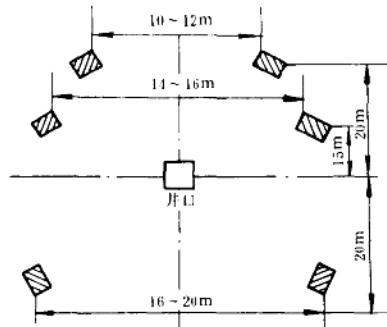

图1-1 18m井架绷绳平面图
(3) 地锚和绷绳坑 地锚或绷绳坑能拉紧绷绳，使绷绳的一端牢固地固定在适当的位置，以稳定井架的工作状态。因地锚较绷绳坑使用方便、灵活，目前现场使用的较多。其规格如下：
①地锚。地锚桩用旧油管或旧钻杆制成，锚杆长约 2.0~2.5m 以上，后绷绳负荷较大，锚杆必须在 2.5m 以上，锚杆直径要大于 70mm，锚盘直径不小于 300mm，厚不小于 6mm。
②绷绳坑。前绷绳坑长 1.3m、宽 0.8m、深 1.5m，后绷绳坑长 1.3m、宽 0.8m、深 1.8m，绷绳坑的方向与绷绳垂直，用钢丝绳拴好混凝土预制件后埋好压实，地面留绳头 1m 以上。
③地锚与绷绳坑在井场的位置见图 1-1。
④井架安装时下入地锚的要求及注意事项如下：